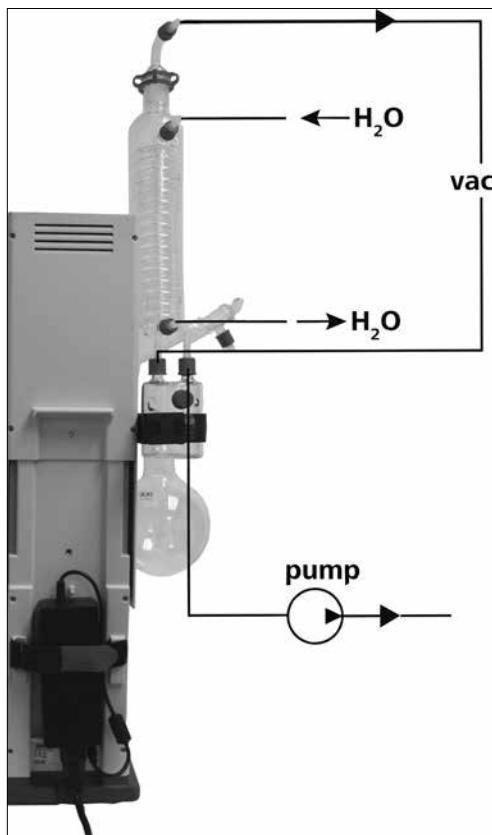

Fig. 20
- 역류 원리에 따라 물 호스( $H_2O$ )를 냉각기에 연결합니다. (Fig. 20)